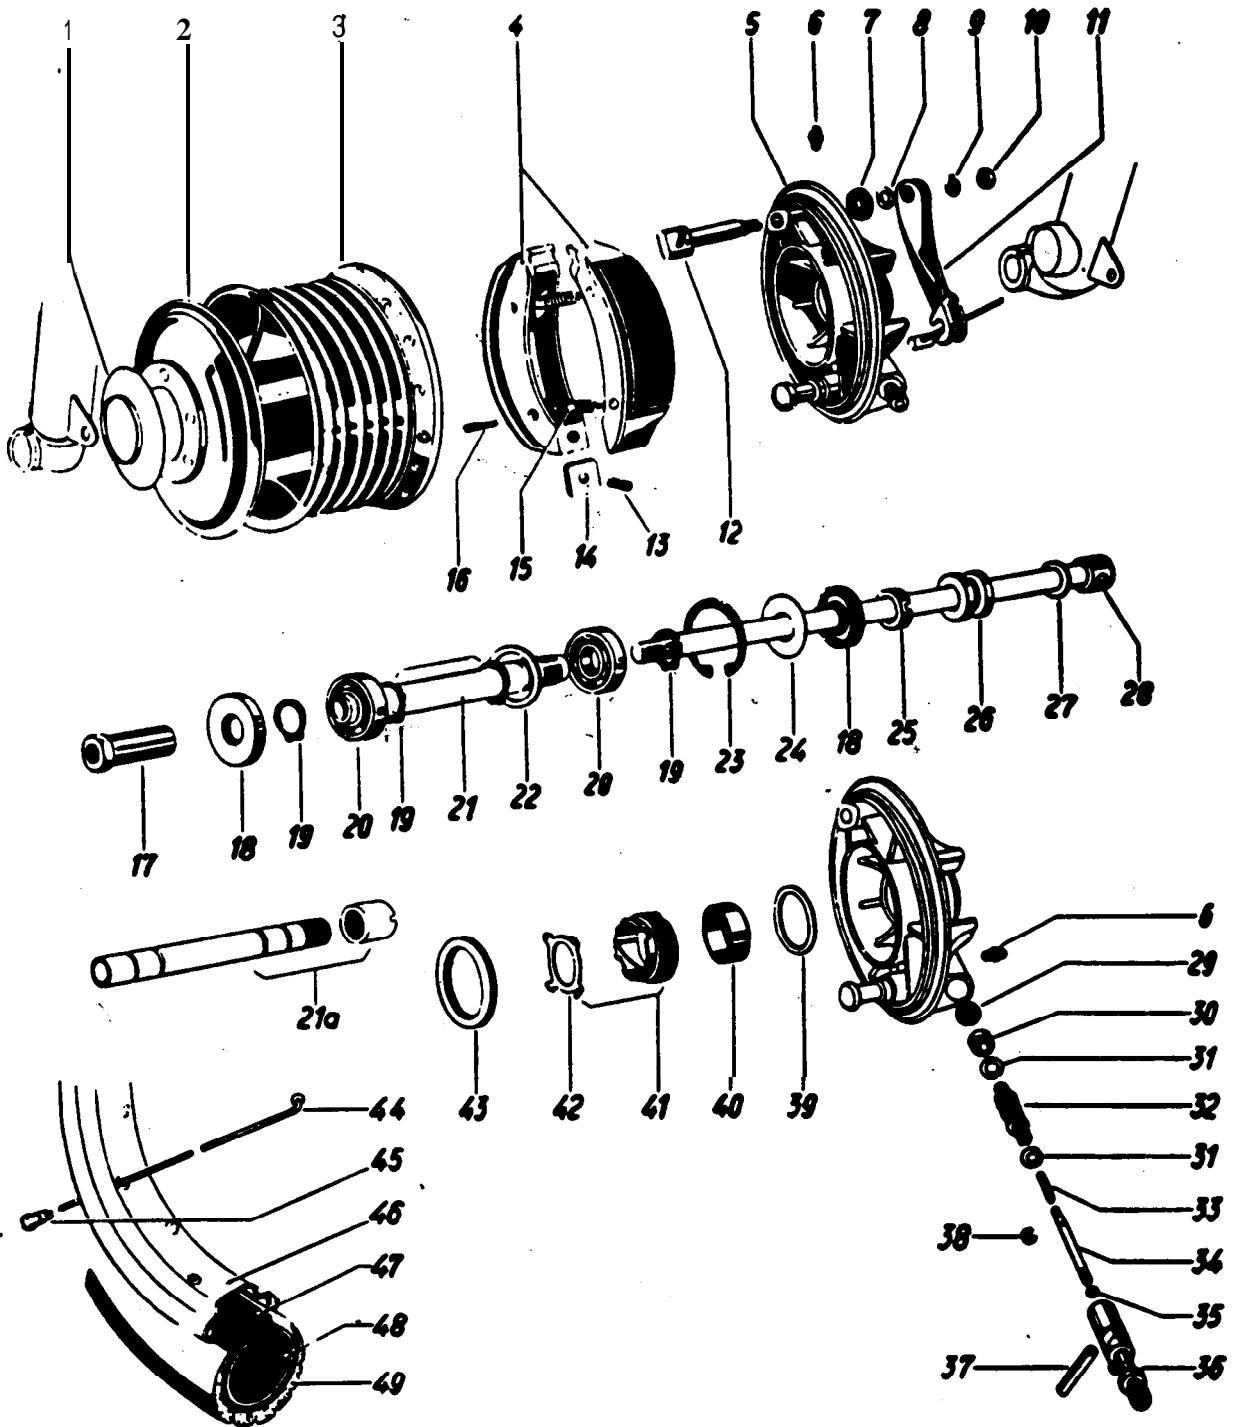

Fig. 45. Demontage voorwiel en km-telleraandrijving
- 1** Eerst de drukring (fig. 45/26) op de as in de remplaat met twee schroevendraaiers of doorslagen uitdrukken.
- 2** Complete remplaat (fig. 45/5) uit de naaf nemen. In deze toestand zijn alle werkzaamheden aan de rem en de km-telleraandrijving uitvoerbaar.
- 3** Keerringen en lagers alleen dan demonteren wanneer zij beschadigd of versleten zijn, of wanneer de lagers gesmeerd moeten worden. Hiertoe eerst de ronde moer (fig. 45/25) van de buitenas (fig. 45/21) schroeven.
- 4** De vetkeerring wordt met een doorslag op de beide dunne plekken in de wand van deze ring doorgedrukt en daarna, door de doorslag in de ontstane gaten te steken, uit de naaf gewipt. Vetkeerring (fig. 45/18 rechts) vernieuwen.
- 5** Vervolgens de dunne stalen ring (fig. 45/24) uit de naaf verwijderen.
- 6 Nu met de seegerringtang de kleine seegerring (fig. 45/19), geheel rechts) demonteren en de as (fig. 45/21) vanaf de remplaatzijde uitpersen.
- 7 Grote seegerring (fig. 45/23) uitnemen en het lager uit de naaf persen. Let op de achter het lager liggende dikke ring (fig. 45/22).
- 8 Op de as zitten nu nog een vetkeerring en een lager. Vetkeerring van de as nemen en het lager na demontage van de buitenste seegerring (fig. 45/19 geheel links) van de as persen. Gok aan deze zijde is het aan te bevelen een nieuwe vetkeerring te gebruiken.
Let op dat de schuine' kant van de gleuf in ring 26 (fig. 45) naar binnen en de scherpe kant dus naar buiten gemonteerd wordt, daar anders de ring niet makkelijk meer gedemonteerd kan worden.
De behandeling van de achternaaf gaat op overeenkomstige wijze. Alleen ligt hier de ring (fig. 45/26) niet in-, maar op de remplaat en zijn aan het andere uiteinde van de as een drukring en een stukje plastic slang gemonteerd.
- 1** Na demontage van de remplaat (zie demontage voornaf punt 1 en 2) wordt de kerfstift (fig. 45/37) uit de remplaat geslagen, nadat de remschoenen verwijderd zijn.
- 2** Nu het kabel-aansluitstuk uit de ankerplaat nemen (fig. 45/36)
- 3** Uit het kabel-aansluitstuk komt dan het meenemerasje (fig. 45/34), waarop de Bz-ring (fig. 45/38) zit. Aan de lange zijde van de as ligt een kleine aanloopring 7,5x4x0,3 (fig. 45/35) en aan de andere zijde een drukveer (fig. 45/33).
- 4** Nu kan men het tandwiel (fig. 45/32) uit de ankerplaat nemen. Dit tandwiel ligt aan weerszijden opgesloten tussen stalen aanloopringen (fig. 45/31) 13x8x0,3.
- 5** Onder in de remplaat zitten dan nog een lagerbusje (fig. 45/30) en een rubberafdekplaatje (fig. 45/29).
- 6** De grote vetkeerring (fig. 45/43) uit de remplaat verwijderen. Nu kan het aandrijftandwiel met meenemer (fig. 45/41) van het lager (fig. 45/40) opgenomen worden. De meenemer (fig. 45/42) is van het tandwiel te verwijderen.
- 7** Het witmetalen lager (fig. 45/40) zit op een kraag in de remplaat gedrukt en is te vervangen.. Denk aan de aanloopring tussen het lager en de remplaat (fig. 45/39).
Goed opletten dat de meenemer (fig. 45/34) goed in het aansluitstuk geplaatst wordt. Dus eerst op de lange zijde van de as het aanloopringetje tegen de Bz-ring plaatsen, als in het aansluitstuk steken (met de lange zijde) en daarna de drukveer.